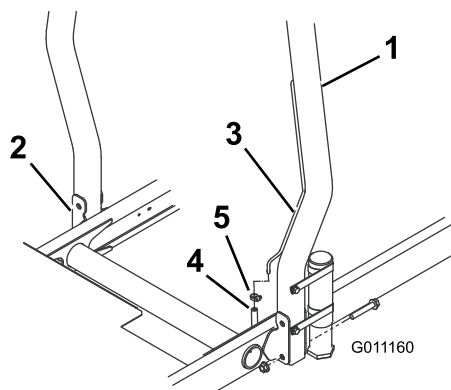

Figura 12
1. Baixe o arco de segurança até aos suportes de montagem da unidade de tração, alinhando os furos de montagem. Certifique-se de que o tubo de ventilação no arco de segurança fica do lado esquerdo da máquina (Figura 12).
2. Fixe cada lado do arco de segurança aos suportes de montagem com 2 parafusos de cabeça flangeada e porcas de bloqueio (Figura 12). Aperte os fixadores com uma força de 81 N m.